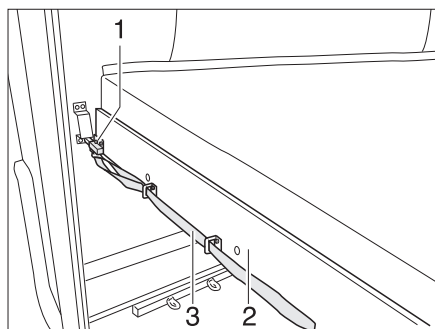

Fig. 112 Lit superposé (arrière)
- Tirer sur la boucle (Fig. 112,3) et désenclencher le verrou (Fig. 112,1).
- Tirer le sommier à lattes (Fig. 112,2) avec le matelas vers l'avant jusqu'à ce qu'il s'enclenche.